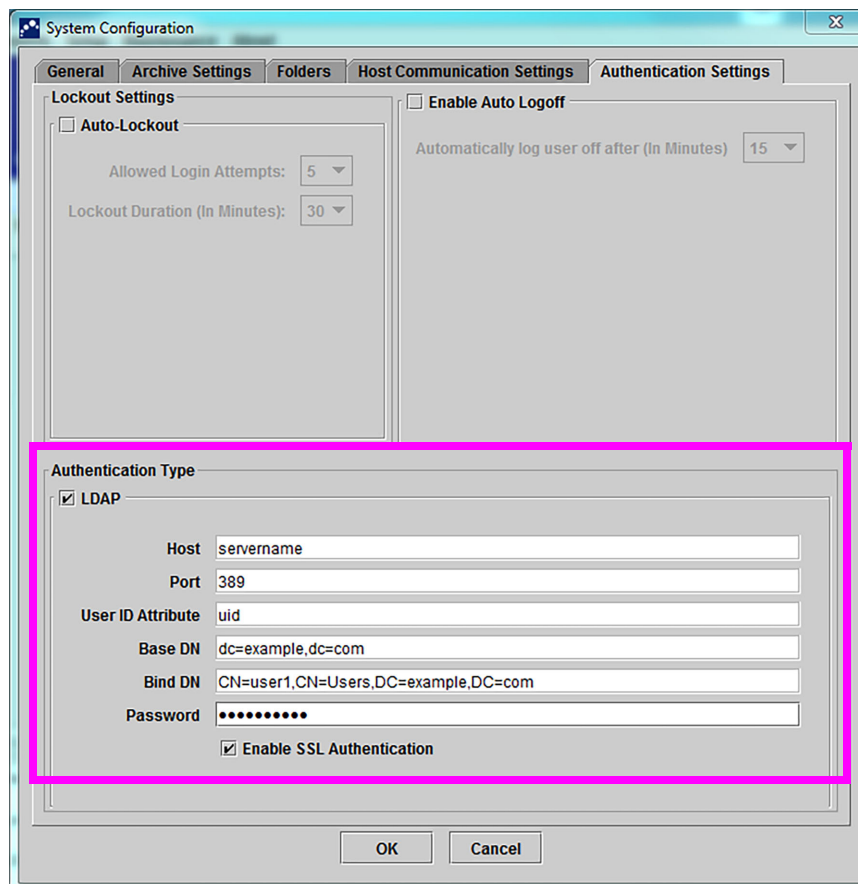

Figura 2-87. Setări de autentificare configurate pentru LDAP
2. Faceți clic pe fila **Setări de autentificare (Authentication Settings)**, apar informațiile referitoare la Setări de autentificare (Authentication Settings). Consultați Figura 2-87.
- **DN de bază (Base DN)** - Introduceți numele distinctiv (DN) al bazei. Un DN de bază este punctul de unde un server caută utilizatorii. O căutare LDAP pentru administratorul utilizator va fi efectuată de server începând de la DN de bază (dc=exemplu, dc=com).